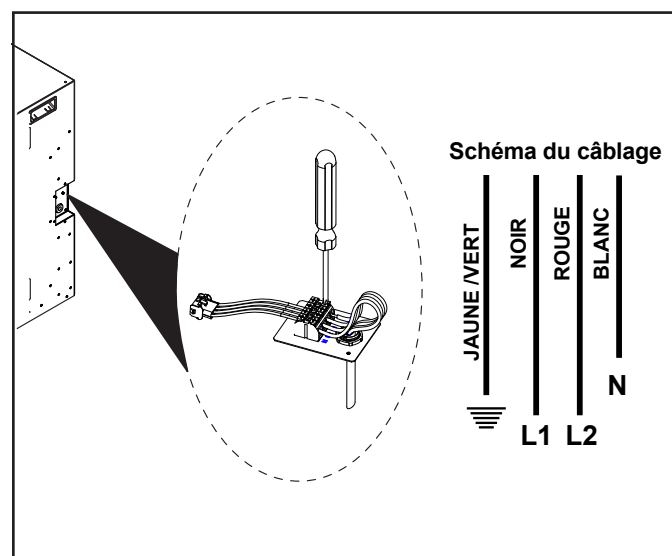

Figure 4.11 Schéma de câblage
3. Raccordez le fil de type NM-B au bornier, assurez-vous que les connexions sont sécurisées et serrez le serre-câble. Pour insérer les conducteurs de fil dans le bloc de jonction, appuyez sur les bornes à ressort du bloc de jonction à la main ou utilisez un tournevis. Voir la figure 4.11.